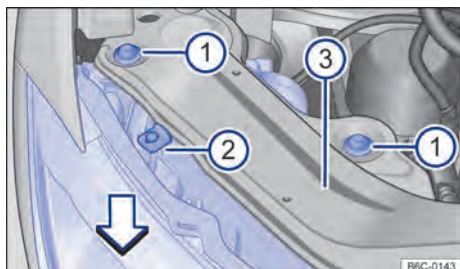

Fig. 164 No compartimento do motor: parafusos de fixação do farol dianteiro.
- Remover os parafusos de fixação → Fig. 164 ① com o auxílio de uma chave torx.
- Mover o farol para frente, no sentido da seta → Fig. 164, até que os dois cliques da parte inferior desencaixem e possibilite a remoção do farol.
- Desencaixar o conector de alimentação, para remover totalmente o farol → ④.
- Recolocar o farol cuidadosamente até que os dois cliques inferiores encaixem e o batente superior → Fig. 164 ② encoste no suporte do farol ③.
- Recolocar os parafusos de fixação ① na carcaça do farol.
- Pressionar o farol contra o batente central superior ② e apertar os parafusos ① com a chave torx.